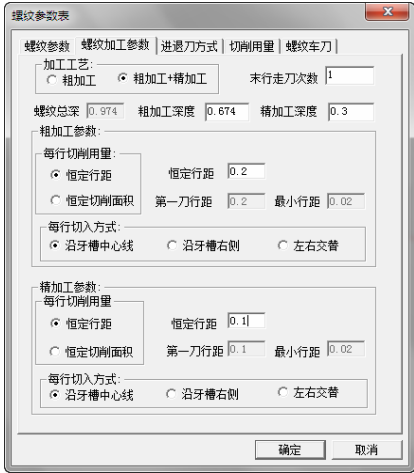

图 4-112 螺纹加工参数设定
3) 单击“螺纹加工参数”选项卡，设置具体参数，加工工艺：粗加工+精加工，其他参数如图 4-112 所示。